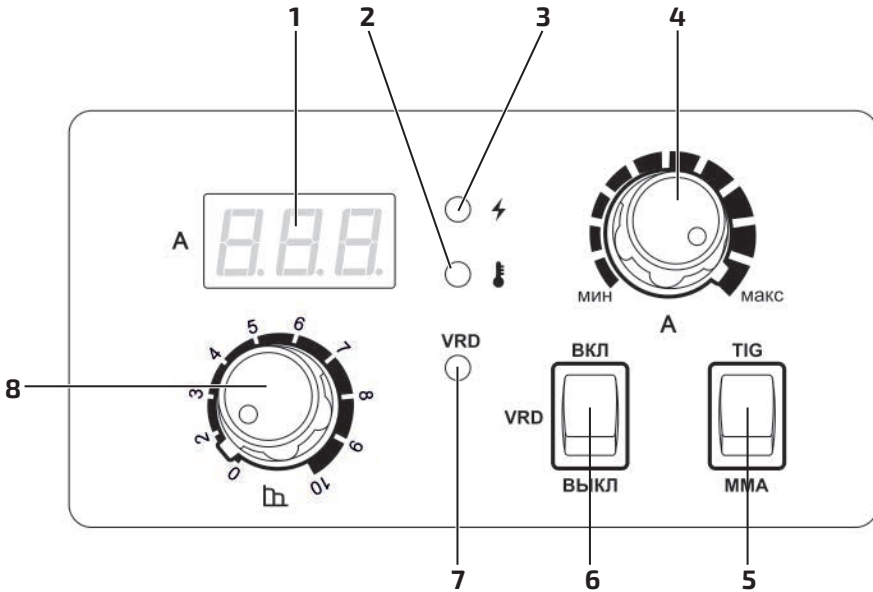

Рис. 6.1.1. Панель управления аппарата REAL ARC 250 (Z231).
2	Панель управления (см. рис. 6.1.1).
4. Перейдите в режим MMA (см. рис. 6.1.1, п.5) на передней панели сварочного аппарата.
5. При необходимости включите/выключите режим VRD (см. рис. 6.1.1, п. 6) на передней панели сварочного аппарата.